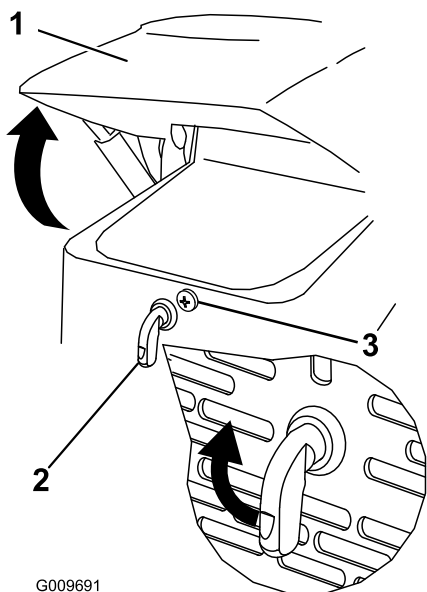

Figura 23
1. Allentate la vite di bloccaggio del cofano (Figura 23)
2. Girate il fermo del cofano in senso orario (Figura 23).
3. Ruotare il cofano verso l'alto (Figura 23).
3. Serrate la vite di bloccaggio del cofano per fissare il dispositivo di chiusura (Figura 23).